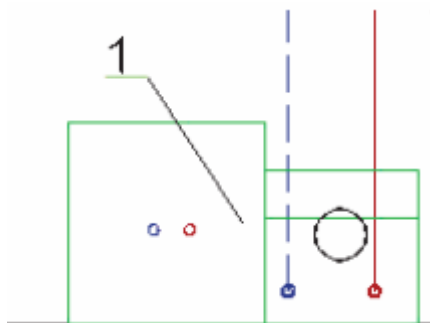

Рис. 3.2-54 Вставка ссылочной линии в проект
3. Ссылочную линию вставьте в проект щелчком кнопки мыши на выбранное место. На ссылочной линии появится номер сущности. (Рис. 3.2-54) В таблице будет выписанное полное название. Выделите описанием все желаемые сущности.